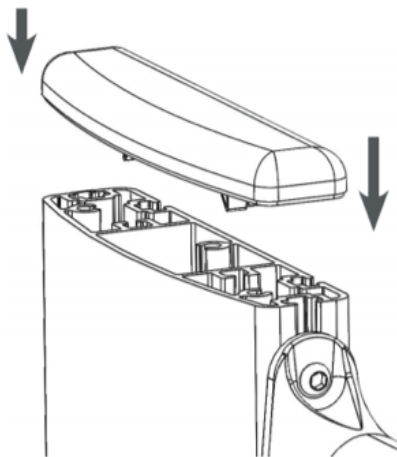

Figura 7 – Colocación de la tapa de extrusión
2. Inserte las tapas de extrusión en la parte superior de los rieles de extrusión presionando para insertarlas en su sitio. Consulte la figura 7 a continuación.